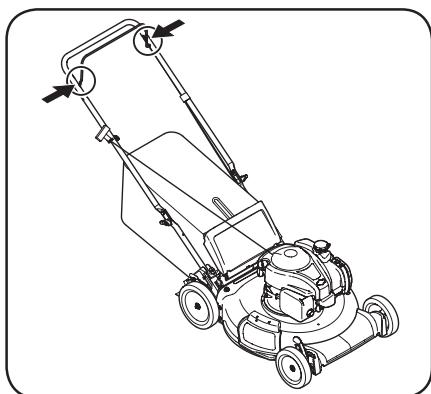

Figura 4-1
- Lubrique con aceite ligero los puntos de pivote del control de la cuchilla al menos una vez cada estación. El control de la cuchilla debe funcionar libremente en ambas direcciones. Consulte la Figura 4-1.